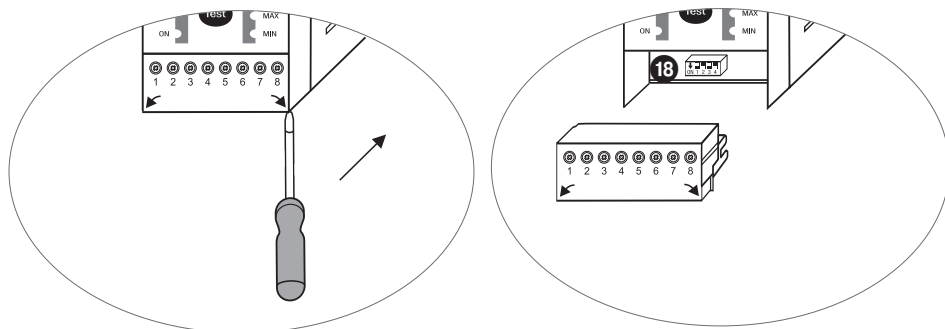

Fig. 9
- Sfilare la morsettieria **inferiore**. **Fig. 9**
- Sfilare le due morsettiere, inferiore e superiore. **Fig. 9.**